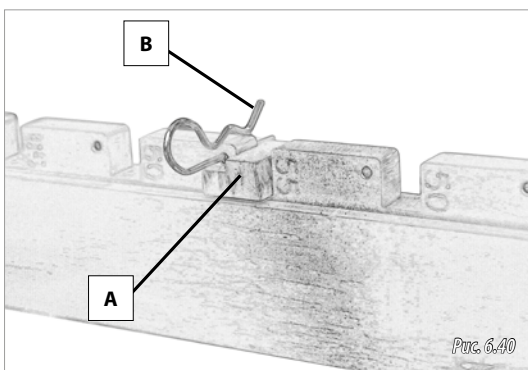

Рис. 6.40
- 2- Удалить шпильки (В, рис. 6.40) и ограничители открывания (А, рис. 6.40).